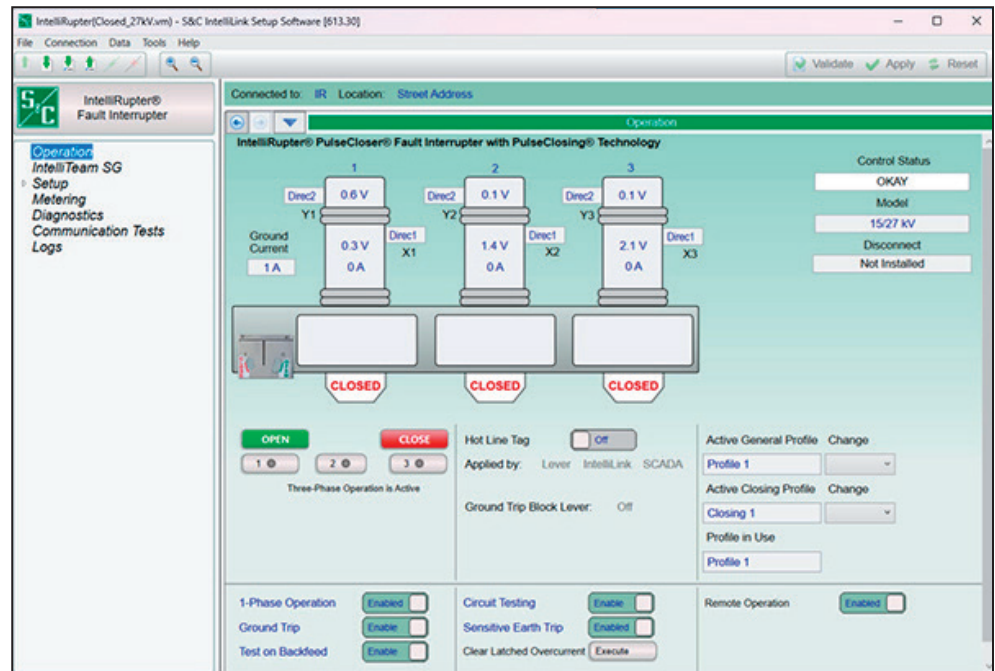

Figura 19. Pantalla de *Operación* del interruptor de fallas IntelliRupter.
**PASO 9.** Cuando se haya completado el inicio de sesión, aparecerá la pantalla de *Operación*. Ver Figura 19.